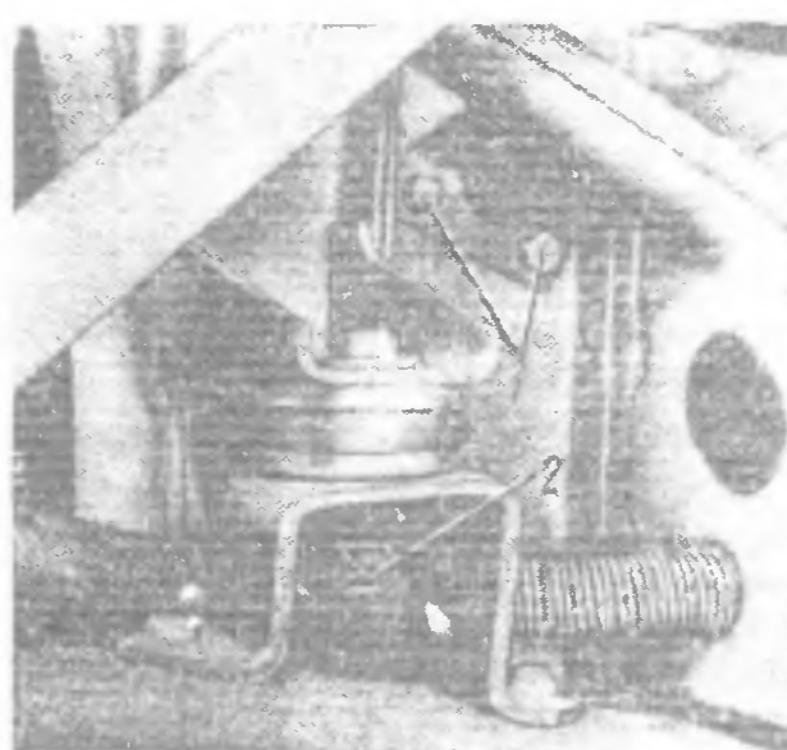

Рис. 20. Крепление радиатора справа:
6. Расшплинтуйте и отверните гайку 2 (рис. 20) болта крепления радиатора к раме с правой стороны, выверните болты 1 крепления кронштейна трубки отопителя кабины. Отсоедините от радиатора смазочной системы двигателя правый маслопровод	Плоскогубцы,ключи 19 мм (2 шт.), сменная головка 13 мм и вороток, отвертка
27. Заверните и зашплинтуйте гайку 2 (см. рис. 20) болта крепления радиатора к раме с правой стороны, вверните болты 1 крепления кронштейна трубы отопителя кабины. Подсоедините к радиатору смазочной системы двигателя и закрепите правый маслопровод	Ключи 19 мм (2 шт.), плоскогубцы, сменная головка 13 мм и вороток, отвертка